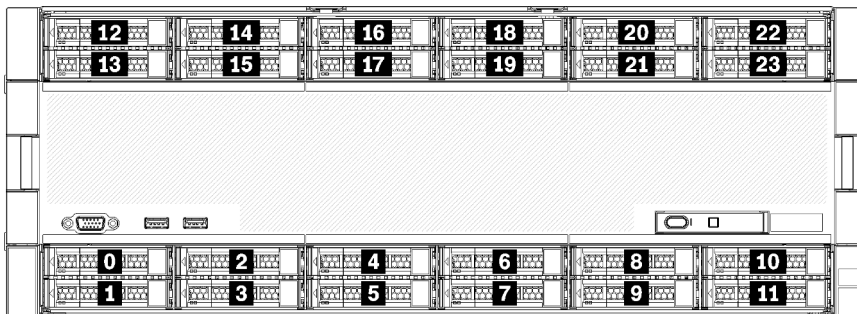

Figura 9. Locais do compartimento de unidade
- As duas unidades superiores oferecem suporte a unidades SAS, SATA ou de interface de NVMe (Lenovo AnyBay). O servidor pode oferecer suporte a até 12 unidades NVMe, dependendo da configuração do servidor. Os compartimentos de unidade NVMe são os compartimentos com numeração par, conforme mostrado em Figura 9 "Locais do compartimento de unidade" na página 22.